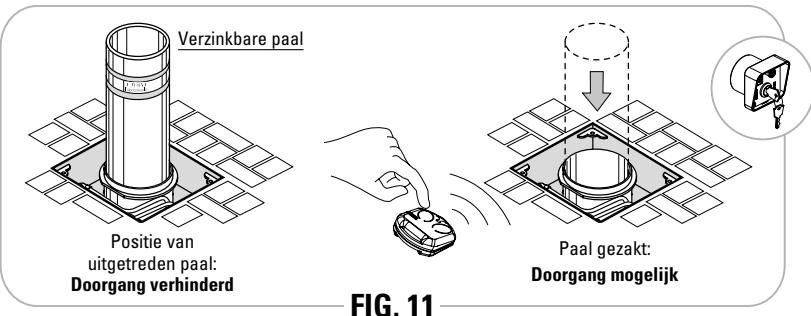

FIG. 11
**ATTENTIE:** het is belangrijk om meteen de exacte positie van de paal te bepalen, open of gesloten, d.w.z. wanneer hij de doorgang van voertuigen vrijgeeft of verhindert (Fig.11)
Na de installatie van de verzinkbare paal en alle accessoires voor de veiligheid en de bediening, met de betreffende aansluitingen aan de programmeerinrichting Elpro S40, en na een zorgvuldige risicoanalyse, mogen de eerste werkingsmanoeuvres uitgevoerd worden. Als men over een zender beschikt, na de radio-ontvanger volgens zijn aanwijzingen gecodeerd te hebben, geeft men een impuls om de paal omhoog te laten komen. De impuls kan ook gegeven worden met een keuzeschakelaar met sleutel. Fig.11.